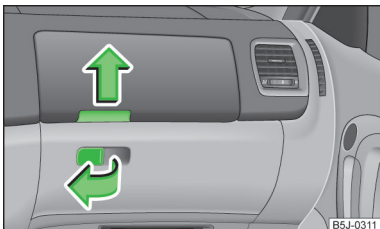

Abb. 79
- Den Griff der Klappe in Pfeilrichtung ziehen » Abb. 79 und die Klappe herunterklappen.